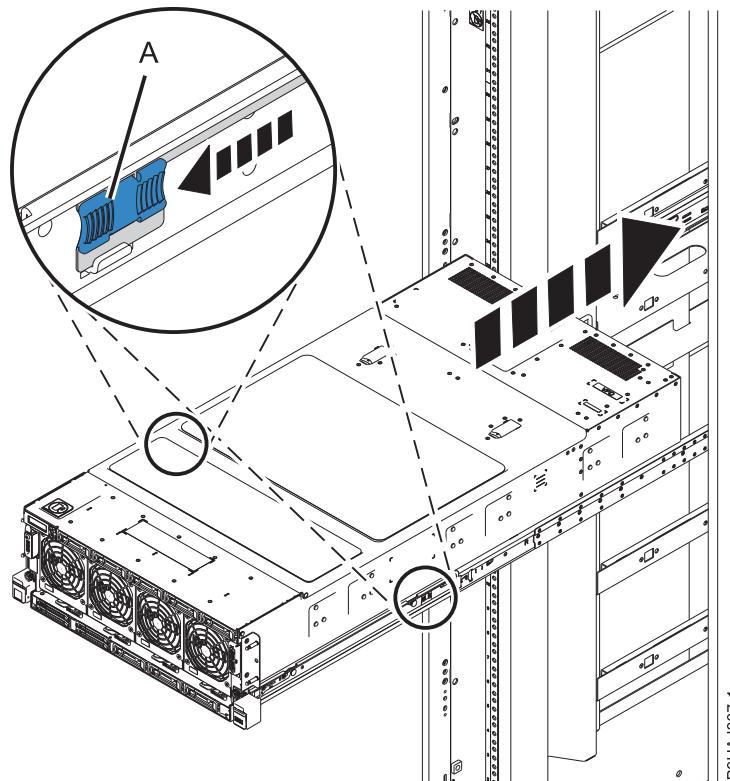

Figura 17. Liberación de los pestillos en el medio de los rieles y empuje del sistema en el bastidor
1. Libere los pestillos en el medio de los rieles (A) y empuje el sistema *hasta la mitad* del bastidor, como se muestra en la Figura 17.
3. Libere los pestillos en el medio de los rieles (A) de nuevo y empuje el sistema totalmente dentro del bastidor, como se muestra en la Figura 17.